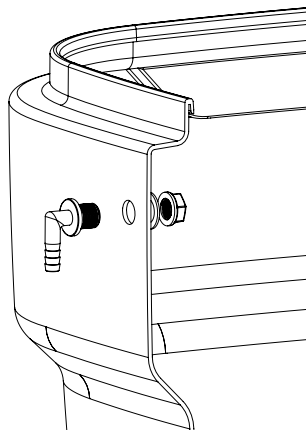

Рис. 4 – Установка переливной патрубка
6. Установите в отверстие на солевом баке переливной уголок (Рис. 4);